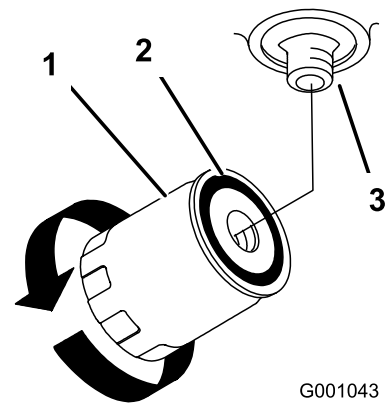

Figura 72
4. Spalmate un velo sulla guarnizione di gomma sul nuovo filtro (Figura 72).
6. Riempite il serbatoio con fluido idraulico finché il fluido non fuoriesce dal filtro, quindi girate il filtro senso orario fin quando la guarnizione di gomma tocca il riduttore del filtro; a questo punto serrate il filtro girandolo di un altro mezzo giro (Figura 72).